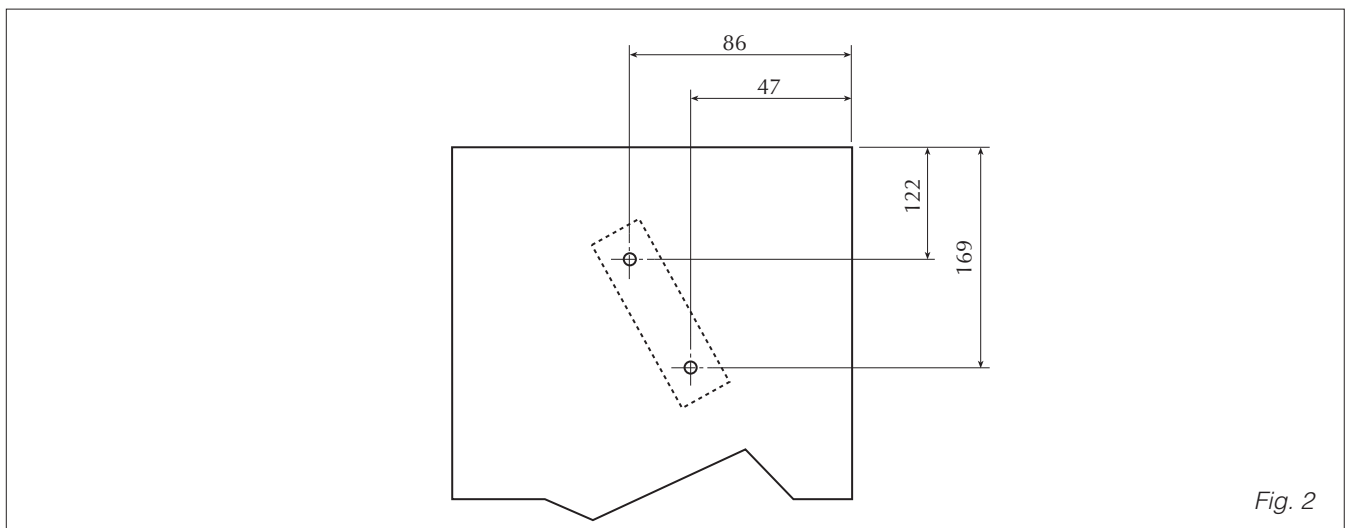
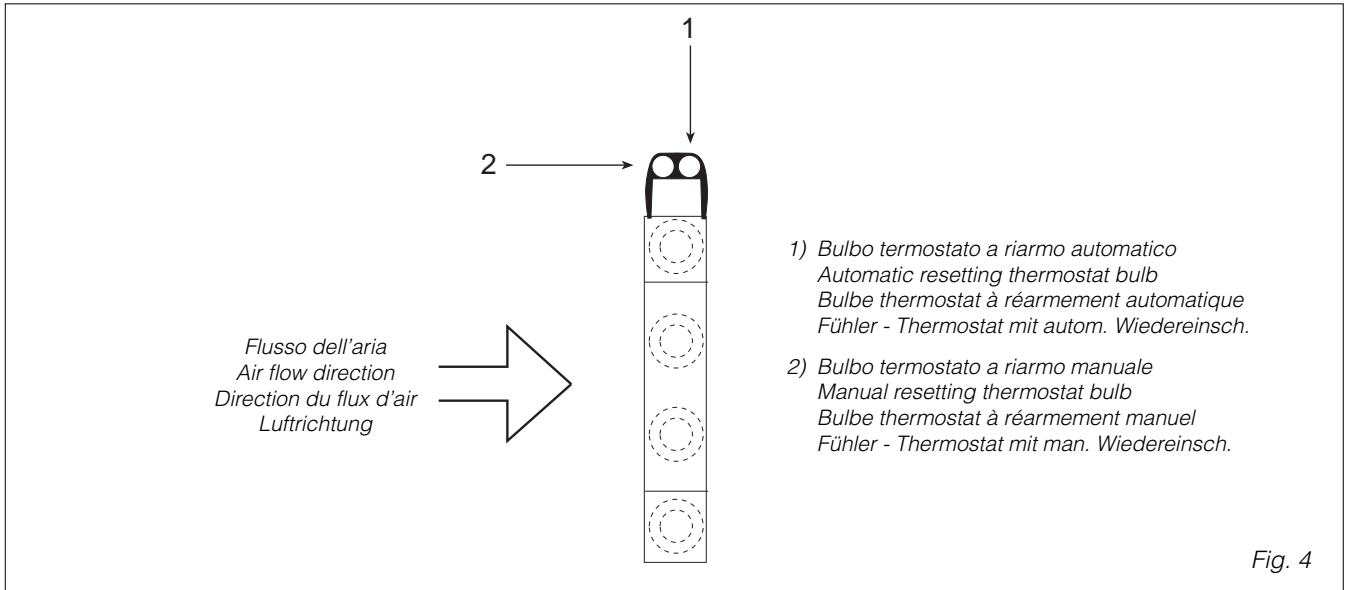

Fig. 2
Fig. 4
- togliere il coperchio scatola elettrica (1) svitando le viti (2);
- togliere il semitranciato dalla fiancata, togliere l'isolamento interno in corrispondenza del foro e montare il passacavo (3);
- fissare la staffa (4) della resistenza alla fiancata destra dell'apparecchio e, dopo averla agganciata alla resistenza, fissare la staffa di supporto (5) alla fiancata opposta, usando le viti a corredo. La posizione di montaggio è indicata in fig. 2. Se non sono presenti i fori, forare il telaio (fori di diametro 5 mm) alle quote riportate in fig. 2;
- passare, uno alla volta, i bulbi dei termostati di sicurezza (6), sopra e dietro la scatola elettrica poi attraverso il passacavo (3);
- fissare i due bulbi alla resistenza nella posizione indicata nella fig. 1. Si utilizzi la fascetta (7), fornita a corredo, interponendo tra la resistenza e i bulbi il distanziale metallico (8). **ATTENZIONE:** il bulbo del termostato a riarmo manuale ed il bulbo del termostato a riarmo automatico devono essere posizionati, rispetto al flusso d'aria, nella sequenza indicata nella fig. 4. Il termostato a riarmo manuale è riconoscibile dalla presenza del pulsante di riarmo posto sotto il lamierino di supporto;
- passare i cavi della resistenza (9) attraverso il passacavo (10) fino ad arrivare ai morsetti di collegamento passando da dietro la scatola elettrica;
- fissare il termostato a riarmo manuale (11) sulla squadretta, montare i cavetti sul termostato e successivamente fissare la squadretta al fondo scatola con le viti in dotazione;
- fissare i cavetti al termostato a riarmo automatico (12);
- montare il pannello di protezione (13) fissandolo con le viti in dotazione;
- riposizionare il coperchio scatola elettrica (1);
- remove the screws (2), then the electrical box cover;
- break the push-out on the side, then the interior insulation around the hole, then fit the cable guide (3);
- fit the resistance bracket (4) to the right side of the unit; connect the resistance, then secure the bracket (5) to the opposite side with the screws supplied (see assembly diagram in fig. 2). If holes have not already been made, drill holes in the housing (diameter 5 mm) at the points shown in fig. 2;
- thread the safety thermostat bulbs (6) one at a time over and behind the electrical box, then through the cable guide (3);
- secure the two bulbs to the resistance (in the positions shown in fig. 1) with the clamp (7) supplied after inserting the metal spacer (8) between the resistance and the thermostat bulbs. **CAUTION:** both the manual reset and automatic reset thermostat bulbs should be positioned in relation to air flow in the sequence indicated in fig. 4. The manual reset thermostat is distinguishable by the reset button under the support plate;
- thread the resistance cables (9) through the cable guide (10) behind the electrical box to the terminals;
- fit the manual reset thermostat (11) to the bracket, connect the wires to the thermostat, then secure the bracket to the bottom of the box with the screws supplied;
- connect the wires to the automatic reset thermostat (12);
- mount the protective panel (13) and secure with the screws supplied;
- reposition the electrical box cover (1);
- retirer le couvercle de la boîte électrique (1) en dévissant les vis (2);
- retirer le disque prédécoupé du flanc, retirer l'isolation interne en regard du trou et monter le passe-câble (3);
- fixer le support (4) de la résistance sur le flanc droit de l'appareil et, après l'avoir accroché à la résistance, fixer le support (5) sur le flanc opposé, en utilisant les vis fournies de série. La position de montage est indiquée à la fig. 2. S'il n'y a pas de trous, percer le châssis (trous de 5 mm de diamètre) aux cotes indiquées sur la fig. 2;
- passer un à la fois les bulbes des thermostats de sécurité (6), au-dessus et derrière la boîte électrique puis à travers le passe-câble (3);
- fixer les deux bulbes à la résistance dans la position indiquée à la fig. 1. Utiliser le collier (7), fourni de série, en interposant l'entretoise métallique (8) entre la résistance et les bulbes. **ATTENTION:** le bulbe du thermostat à réarmement manuel et le bulbe du thermostat à réarmement automatique doivent être positionnés, par rapport au flux d'air, selon la séquence indiquée à la fig. 4. Le thermostat à réarmement manuel se reconnaît à la présence du bouton de réarmement situé sous la petite tôle de support;
- passer les câbles de la résistance (9) à travers le passe-câble (10) jusqu'à arriver aux bornes de raccordement en passant derrière la boîte électrique;
- fixer le thermostat à réarmement manuel (11) sur l'équerre, monter les petits câbles sur le thermostat puis fixer l'équerre au fond de la boîte avec les vis fournies de série;
- fixer les petits câbles sur le thermostat à réarmement automatique (12);
- monter le panneau de protection (13) en le fixant avec les vis de série;
- remettre le couvercle de la boîte électrique (1);